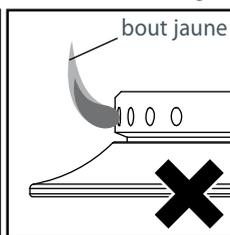

Fig.4
- Dévisser la vis de retenue venturi. Déplacer le venturi vers l'injecteur jusqu'à ce que l'extrémité de la flamme commence à jaunir (voir la Fig. 4).